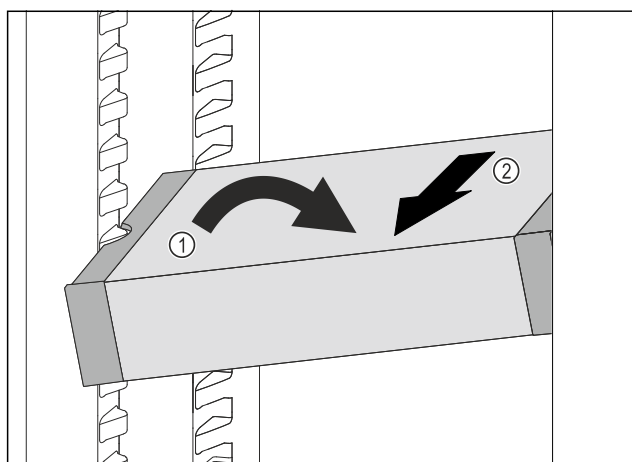

Fig. 207
- Impostare il vano frigorifero di VarioSafe ad angolo. Fig. 207 (1)
- Rimuovere VarioSafe tirando in avanti. Fig. 207 (2)